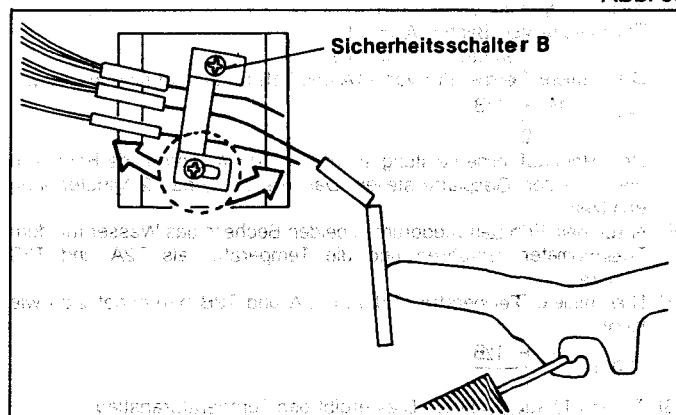

Abb. 31
2. Justierung von Sicherheitsschalter B (Linke Seite) Abb. 31 und 32
2 Schrauben lösen, mit denen der Sicherheitsschalter B am Montagewinkel befestigt ist. Nun den Schalter in Pfeilrichtung gemäß Abb. 31 und 32 verschieben.